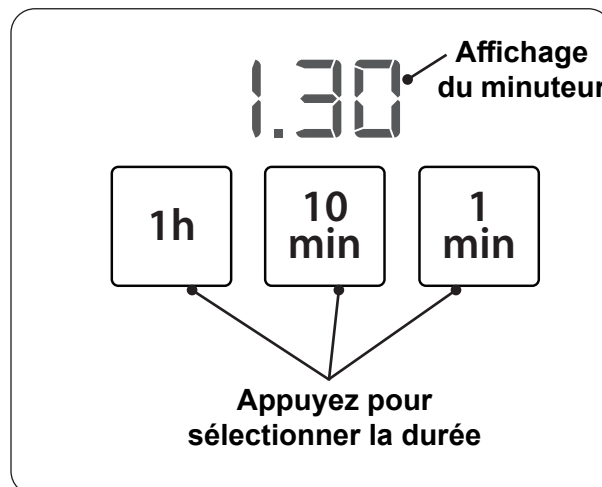

Fig. 33-3 Minuteur
Cet appareil propose trois (3) boutons pour les réglages du minuteur : 1 heure / 10 minutes / 1 minute. Appuyez sur les boutons nécessaires pour atteindre le temps souhaité. Une fois le temps sélectionné, le minuteur commencera automatiquement et l'affichage commencera le compte à rebours. Voir Fig. 33-3.